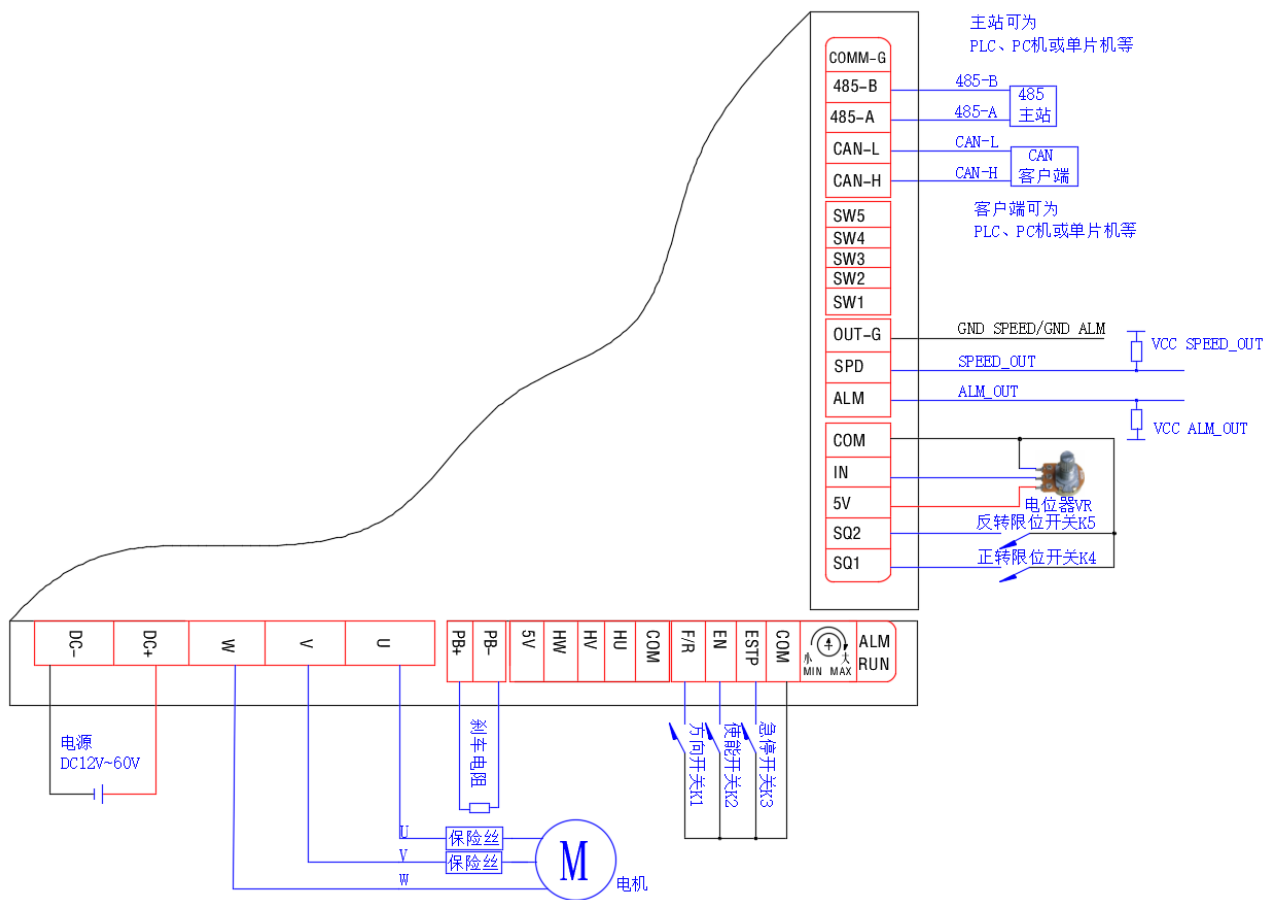
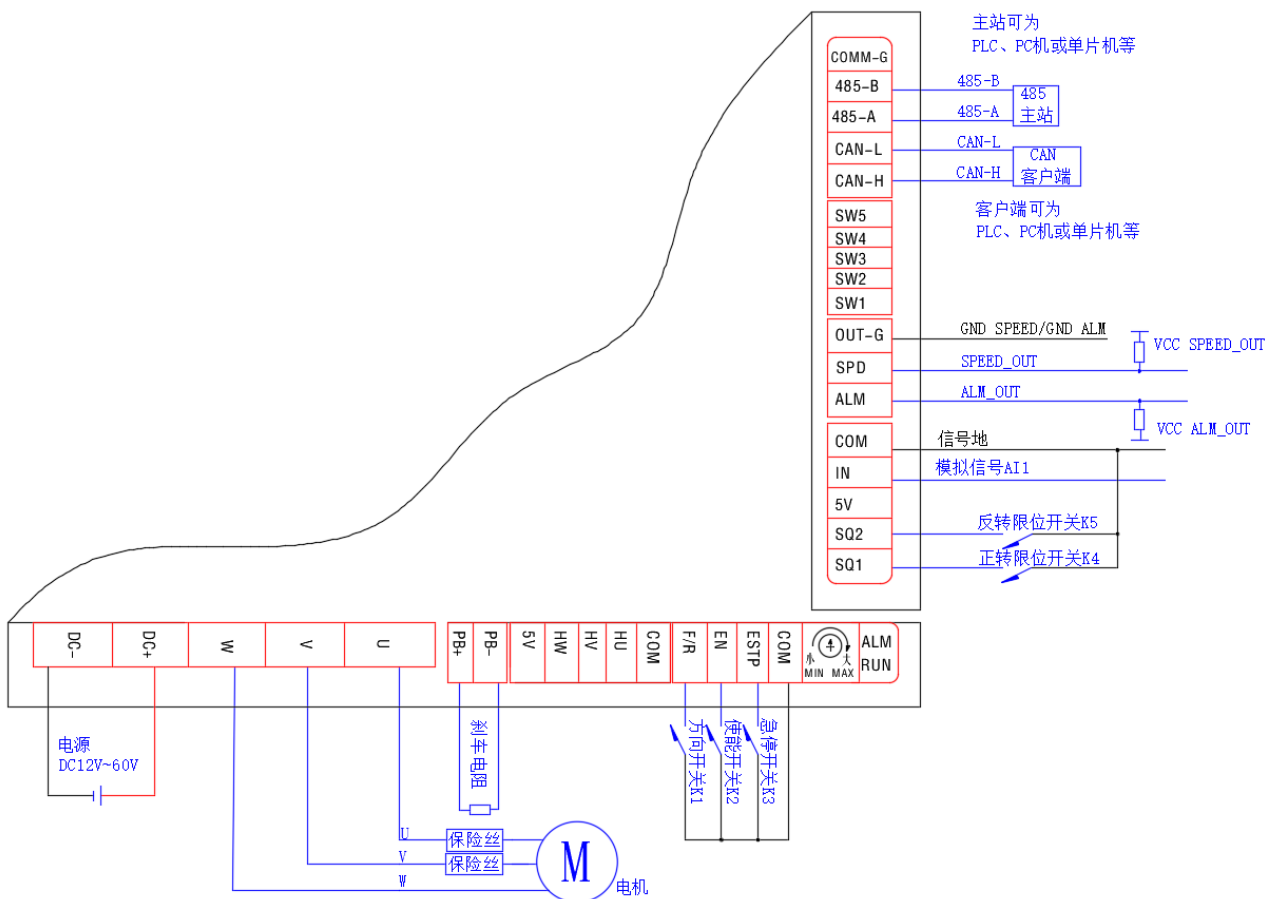

图 6.38 无感外部电位器开环控制接线图
图 6.39 无感外部模拟量开环控制接线图
断开驱动器电源，接线如图 6.38 或图 6.39 所示。
- 外部电位器：电位器 VR 两不动端接 5V 和 COM，动端接 IN，用于调速。当电位器动端由 COM 滑向 5V 过程中，电机驱动 PWM 输出由零到最高驱动 PWM。接线如图 6.38。
- 外部模拟量输入：IN 接模拟信号 AI1，用于电机调速。COM 接信号地。当 AI1 由 0 到最大值过程中，电机驱动 PWM 输出由零到最高驱动 PWM。接线如图 6.39。